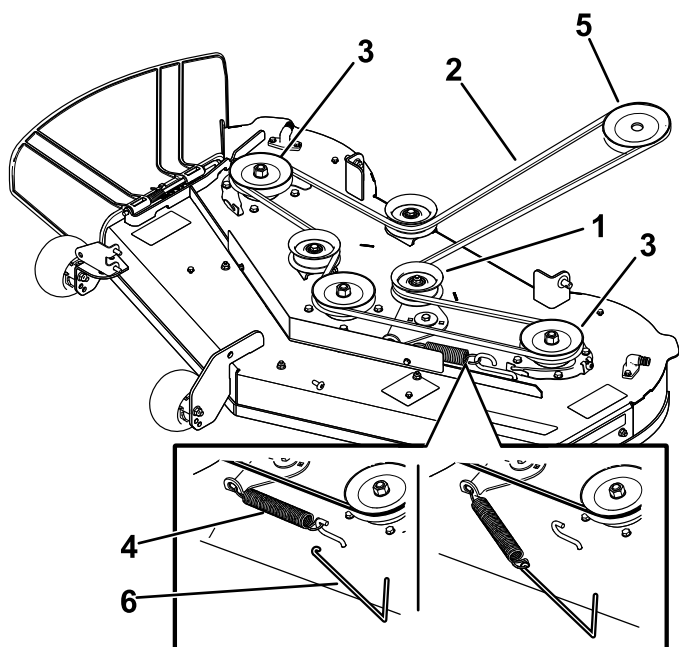

**Рисунок 57**
7. Используя съемник пружин (№ 92-5771 по каталогу Toro), снимите пружину натяжного шкива с крюка деки, чтобы снять натяжение с натяжного шкива, и снимите ремень со шкивов (Рисунок 57 или Рисунок 58).
8. Проложите новый ремень вокруг шкива двигателя и шкивов газонокосилки (Рисунок 57 или Рисунок 58).
9. Используя съемник пружин (№ 92-5771 по каталогу Toro), установите пружину натяжного шкива на крюк деки и создайте натяжение на натяжном шкиве и ремне газонокосилки (Рисунок 57 или Рисунок 58).